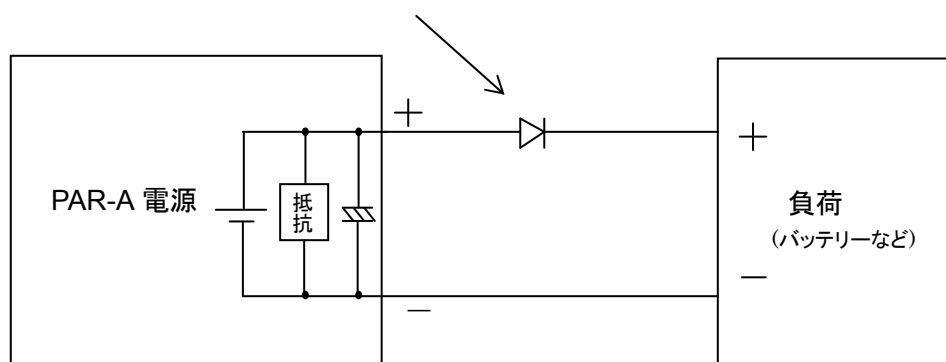

Fig.7 エネルギーを持った負荷の接続
- ・ 本機の正負出力端子間にはそれぞれ数 $100\mu\text{F}$ のコンデンサが接続されており、アウトプットオフ状態のときにこのコンデンサの電荷を放電するための抵抗が内蔵されています。したがって、本機をバッテリー充電などの用途に使用される場合は、Fig.7 のようにダイオードを負荷に直列に接続して、本機に負荷の電荷が放電されないようにしてください。